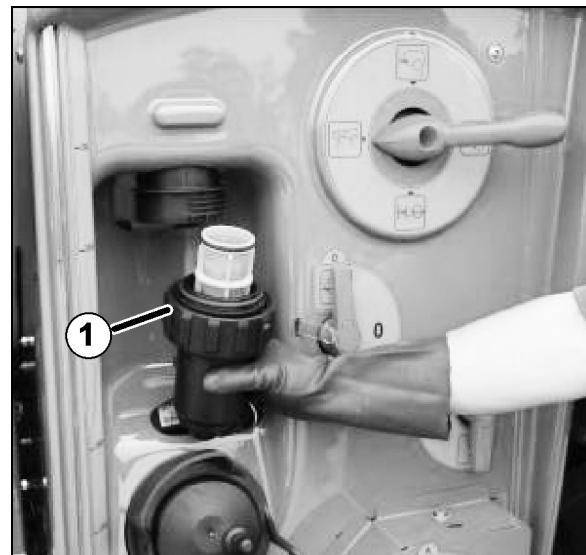

Fig. 125
2. Scoateți filtrul de presiune (Fig. 125/1) și curătați-l cu apă.